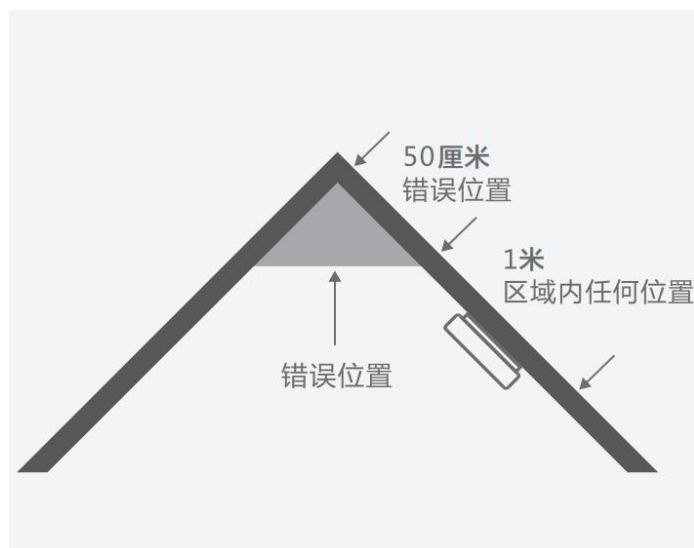

图 2
- 倾斜天花板下**：探测器离最高点的距离不小于 50 厘米（见图 2）。
当墙壁或天花板是倾斜的时候，安装点需在距离最高处 50 厘米以上（见图 2）